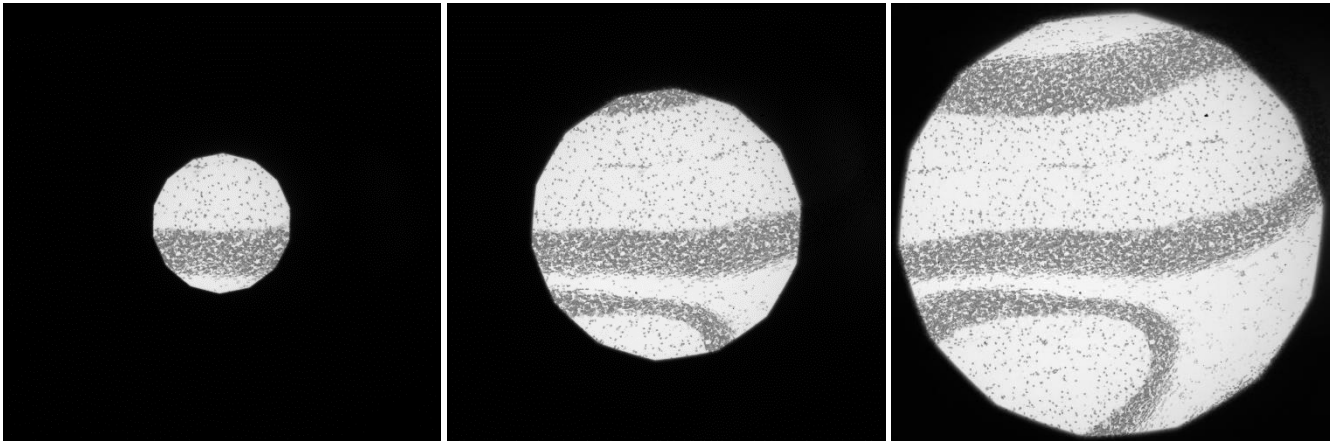

Figure 6 : Ouverture du diaphragme de champ. (a) Diaphragme de champ fermé. (b) et (c) Différentes ouvertures du diaphragme de champ.
- d. Ouvrir petit à petit le diaphragme de champ et ajuster le positionnement du diaphragme afin que les bords de celui-ci soient équidistants vis-à-vis du champ d'observation (Figure 6)